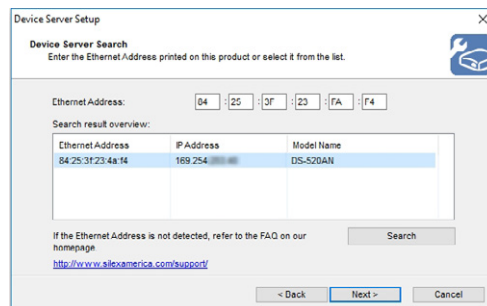

РИС. 16 – ВЫБОР УСТРОЙСТВА ИЗ СПИСКА
**!** Даже если в списке только 1 устройство, выберите это устройство из списка, чтобы правильно отметить его (Рис. 16 - см. Выше). В противном случае следующий шаг настройки может завершиться неудачно.